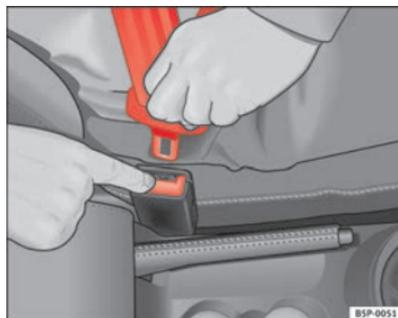

Fig. 15 Soltar a lingueta do fecho do cinto
- Premir o botão vermelho existente no fecho do cinto ⇒ fig. 15. A lingueta solta-se para fora do fecho ⇒ .